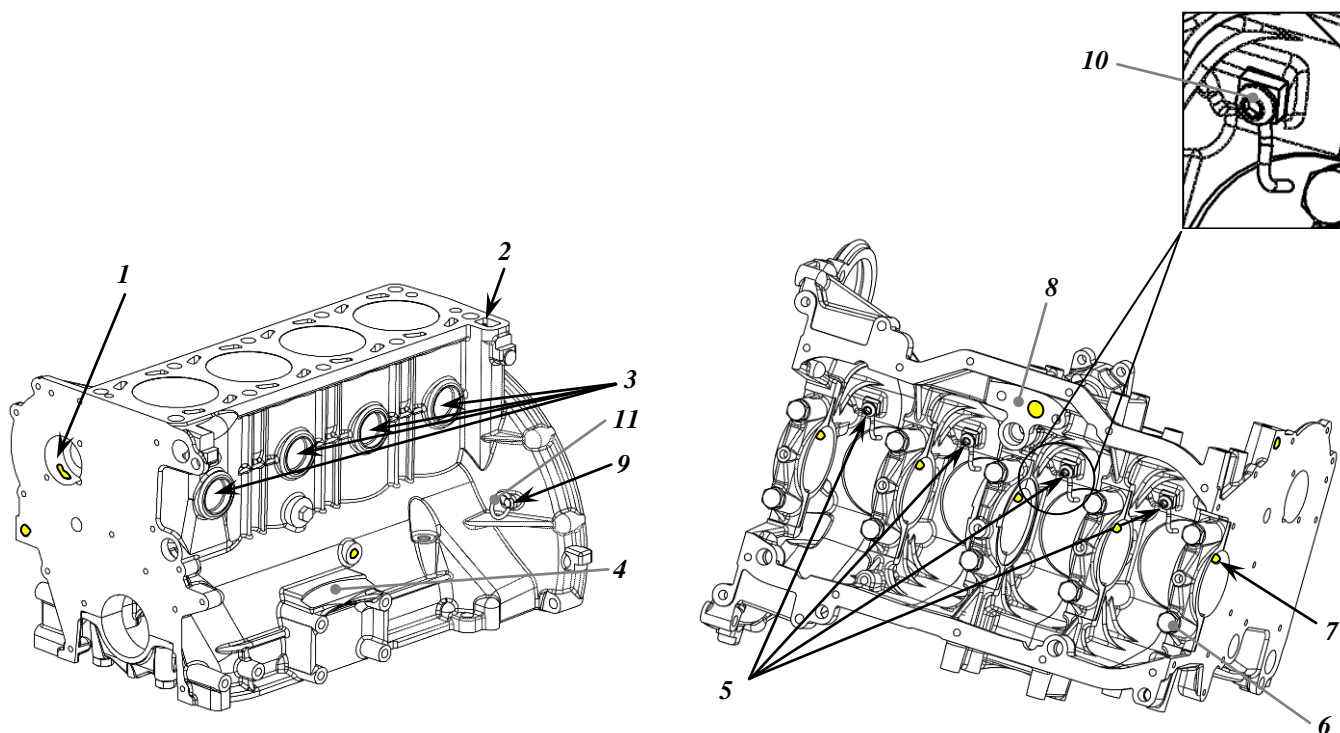

Рис.14. Блок цилиндров:
**Блок цилиндров** (рис.14) – отлит из серого чугуна и выполнен в виде моноблока с картерной частью, опущенной ниже оси коленчатого вала на 60 мм. Масса блока цилиндров в сборе равна 60 кг.